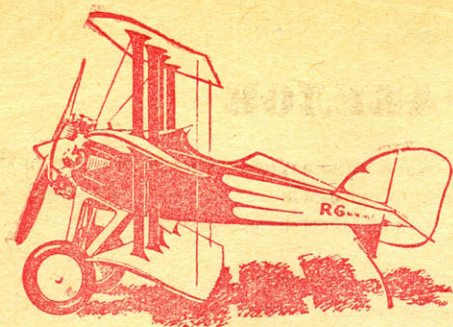

Рис. 11. Самолет-триплан
**КРЫЛО — САМАЯ ВАЖНАЯ ЧАСТЬ САМОЛЕТА.** Самолеты различаются по числу пар крыльев: монопланы — с одной парой; бипланы — с двумя; наконец, трипланы — с тремя парами крыльев. Трипланы строились в период первой мировой войны, в 1915—1918 годах. Тогда по этой схеме во многих странах авиапромышленность выпускала весьма маневренные истребители (рис. 11). Мало кому известно, что одна из таких машин сохранилась со времен гражданской войны у нас в стране. В аэромузее в Монине выставлен истребитель «Сопвич-Триплан», на котором наши красные военные летчики сражались против белых в 1919 году.